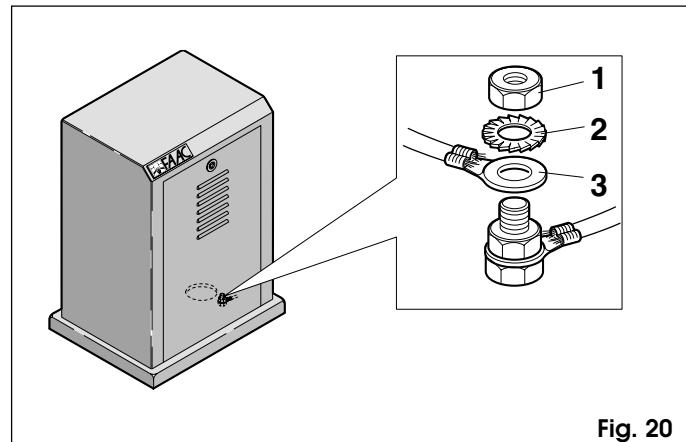

Fig. 20
**Brancher le câble de terre sur le logement spécifique prévu sur la base de l'opérateur (voir fig. 20).**
Connecter le câble jaune/vert de terre d'après la Fig.20.